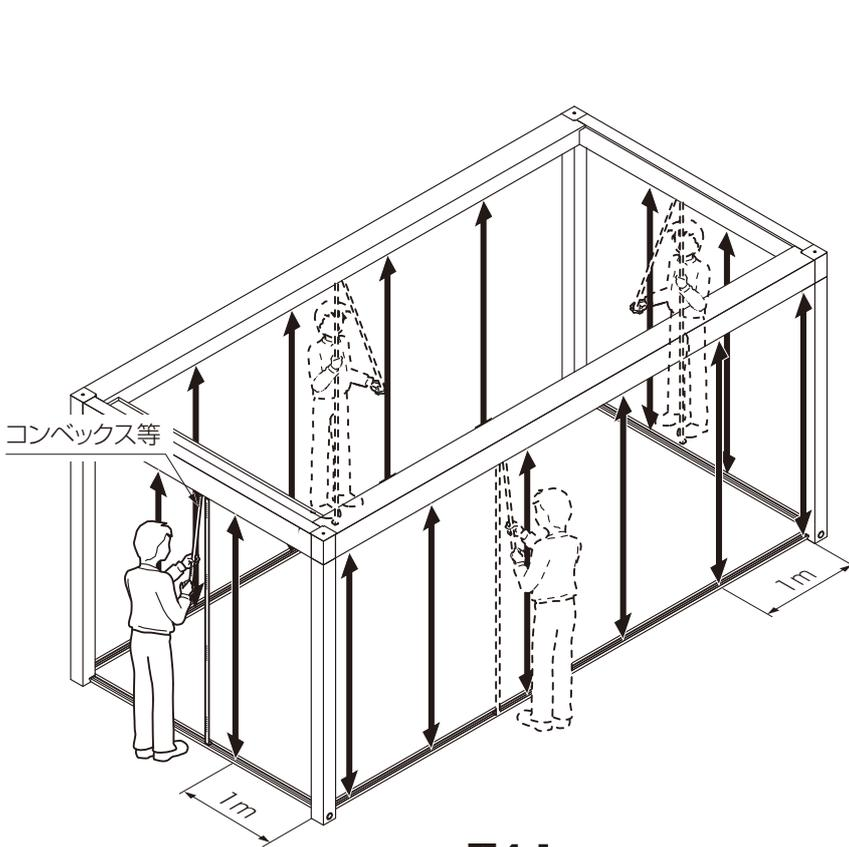

図4-1
- 図4-1、2に従って、フレームと下レール間の寸法を約1m間隔で測定し、表4-1の測定値の範囲内であることを確認してください。プラス側に外れている場合は、下レールの下にスペーサーを入れるなどして調整してください。